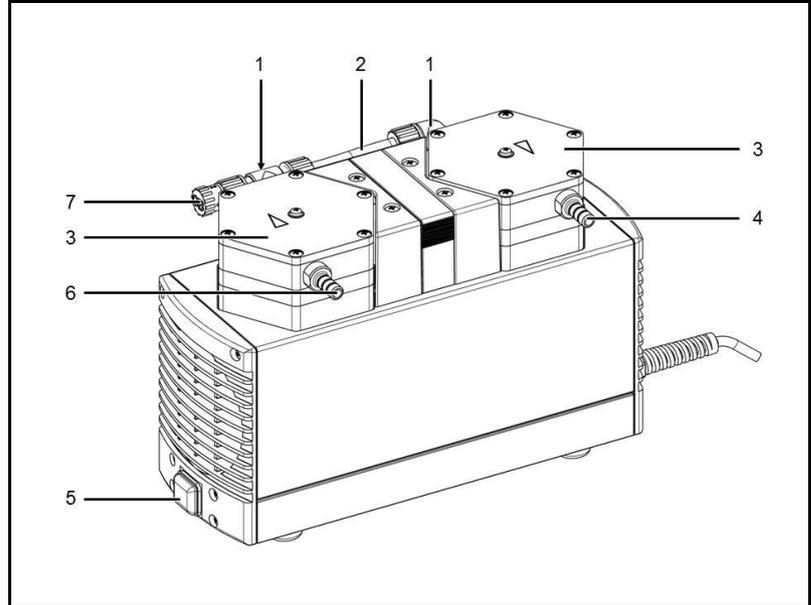
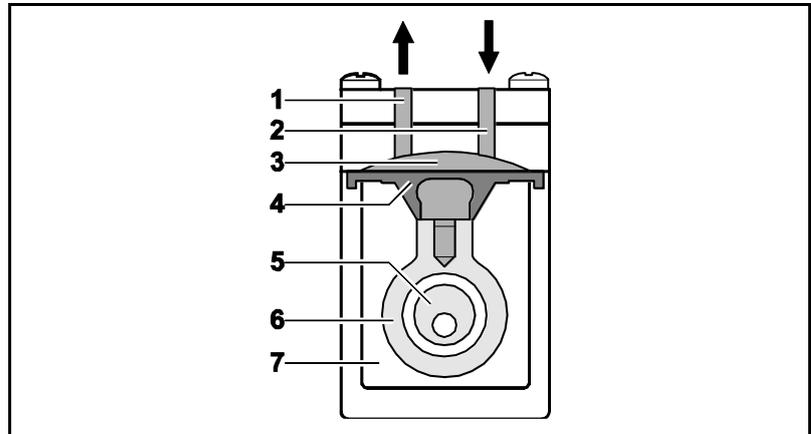

図 3: ダイアフラムポンプ (表示:の図は型式 N 840.3 FT.18G)
図 4: ポンプヘッド
1. ポンプの吸気側(図 3/6)と排気側(図 4)のチューブを取り外してください。
- ➔ スイッチをオンにする。（図 3/5 を参照）
- ➔ スイッチをオフにする。（図 3/5 を参照）。